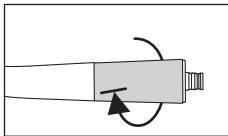

Fig. 45
- ❹ Serrez fermement l'anneau conique (Fig. 45).